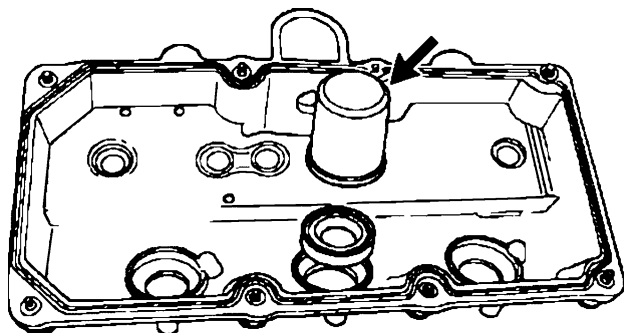

图 16-29 更换新的衬垫
- 17) 用专用工具 MD-998306 为气门摇臂罩更换新的衬垫, 如图 16-29 所示。